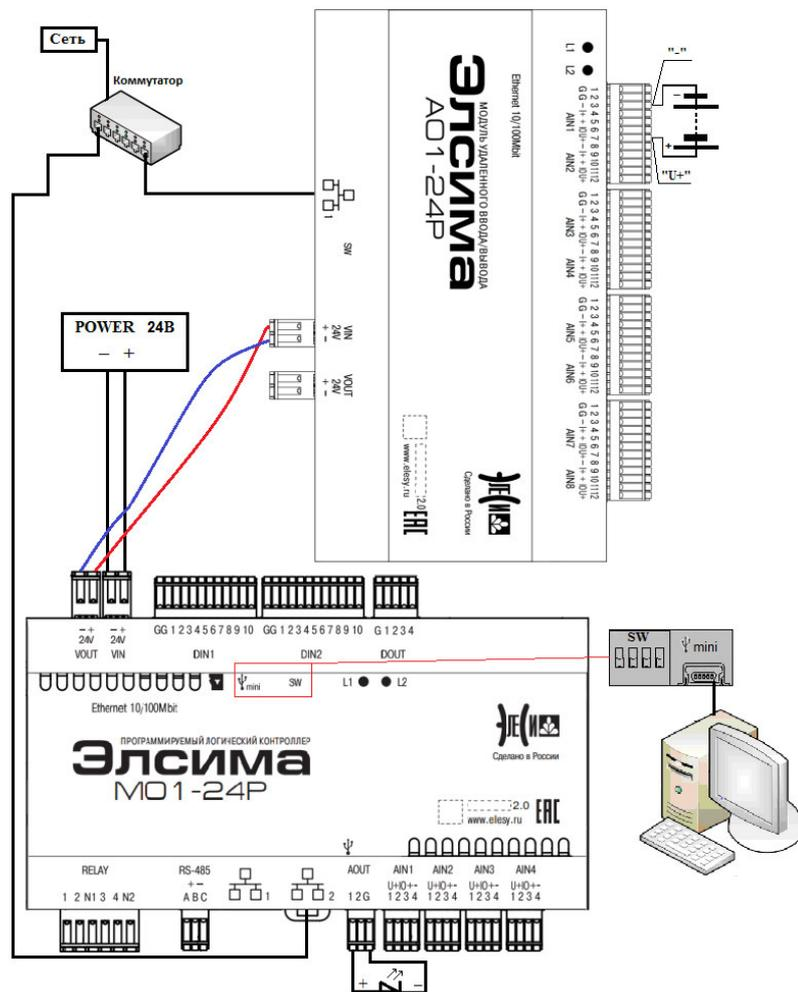

Рисунок 4.1 – Подключение модуля УВВ Элсима-А01 к контроллеру через коммутатор
6. Подключить контроллер к компьютеру путем соединения разъема «**mini-USB тип В**» (USB mini) ПЛК кабелем USB с ПК с использованием драйвера виртуальной сети *RNDIS* (рисунок 4.1). Подробную информацию о драйвере можно найти в документе «Контроллер программируемый логический Элсима. Руководство по эксплуатации».